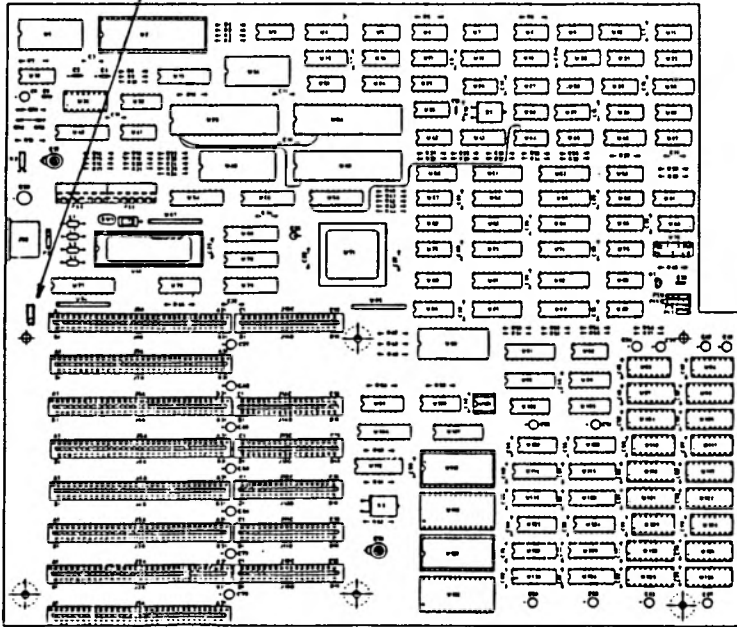

Abbildung 1-6
3. Wenn die Standardtaktfrequenz auf einen Wert geändert werden soll, der von dem bei Lieferung des Computers eingestellten Wert abweicht, muß dazu ein Schalter in der Systemeinheit neu gesetzt werden. Zunächst muß das Gehäuseoberteil entsprechend der Beschreibung im Benutzerhandbuch abgenommen werden. Der entsprechende Schiebeschalter befindet sich an der hinteren Kante der Hauptplatine unmittelbar unter der Controllerplatine für das Disketten-/Festplattenlaufwerk (siehe Abbildung 1-6).